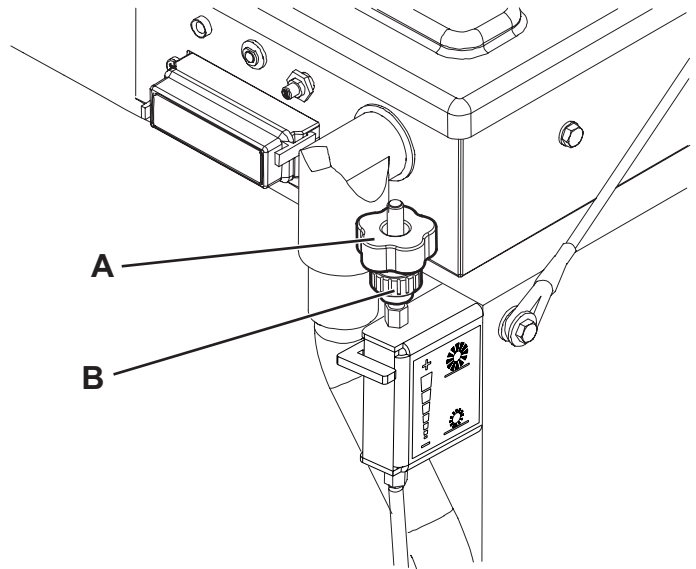

Abbildung 3
3. Den Zündschlüssel (72) auf „0“ drehen.
4. Die Haube (7) öffnen.
5. Den Knopf (A, Abb. 3) an linker Maschinenseite lösen.
6. Knopf drehen (B). Beachten Sie hierbei, dass: